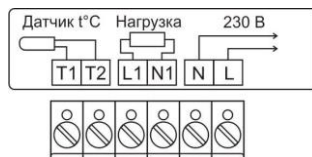

Рисунок 2 - Схема подключения терморегулятора.
4. Подключите к терморегулятору провода электропитания, греющего кабеля, термодатчика в соответствии с рис. 2.